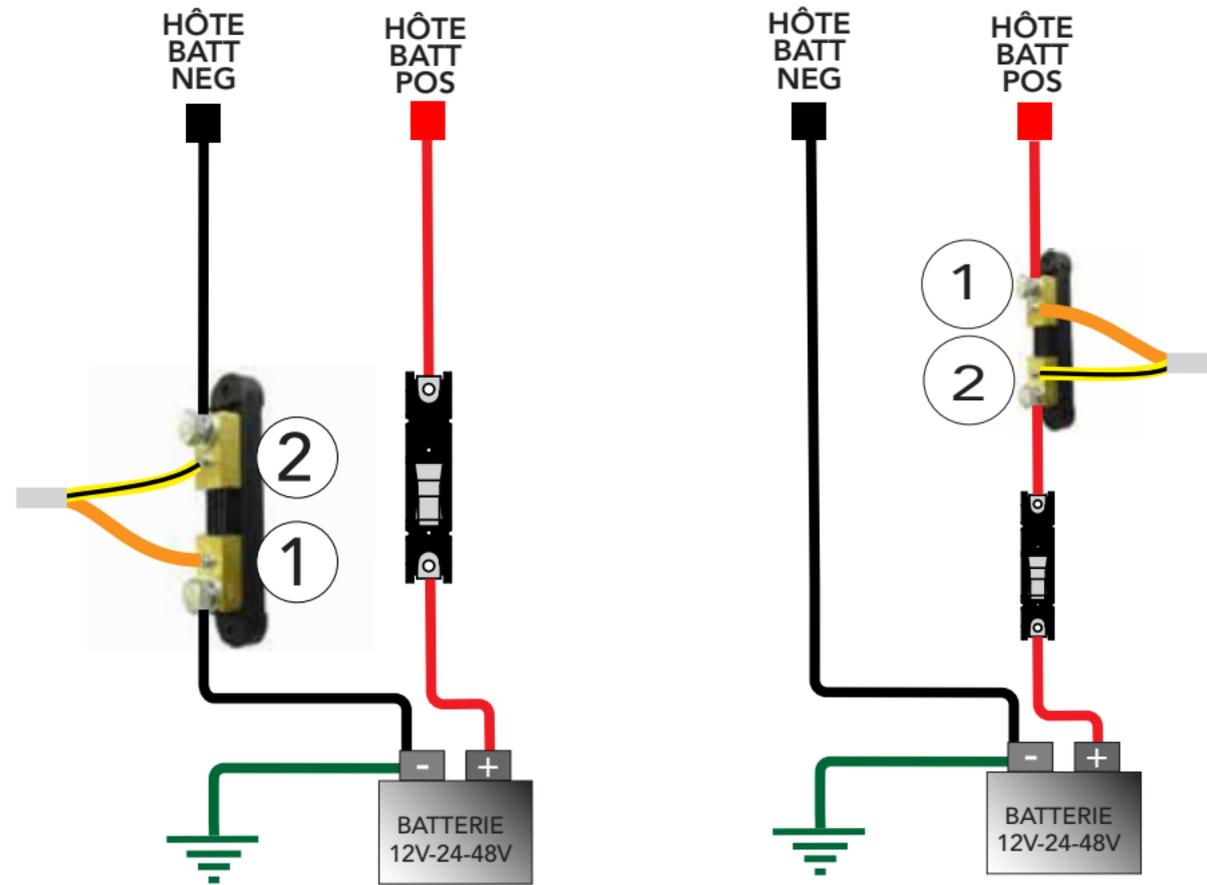

Figure 5-1. Dérivation de la patte négative Figure 5-2. Dérivation de la patte positive 15
Étape 2 Installez le(s) dérivation(s) sur le(s) circuit(s) à mesurer, comme indiqué dans les figures 5-1 ou 5-2, ci-dessous. Lorsque vous installez plus d'une dérivation dans un système, câblez toutes les dérivations avec la même polarité. Si vous installez la dérivation sur un conducteur non mis à la terre (voir la figure 5-2 ci-dessous), installez un fusible ou un disjoncteur pour protéger le circuit contre un court-circuit entre les bornes de la dérivation et l'équipement mis à la terre.
Étape 3(A) ou (B) Câblage de la dérivation au ReadyShunt
A. Installation de patte négative (voir figure 5-1 ci-dessous).